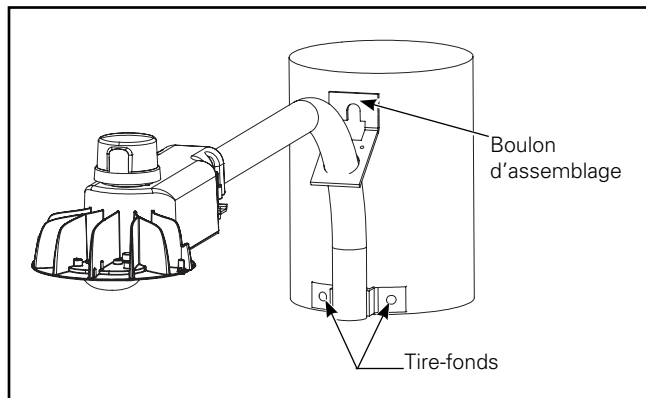

Figure 7.
5. Percez deux (2) avant-trous dans les deux trous du support de fixation inférieur. Dimensionnez les avant-trous selon le matériel d'ancrage.
6. Insérez les tire-fonds dans les deux (2) avant-trous puis serrez les boulons d'assemblage et les deux (2) tire-fonds avec la clé. Serrez à un couple de 33,8 Nm (25 pi-lb).
8. Enroulez le fil de mise à la terre sur le boulon, insérez la rondelle et l'écrou puis serrez avec la clé. (Figure 7.)